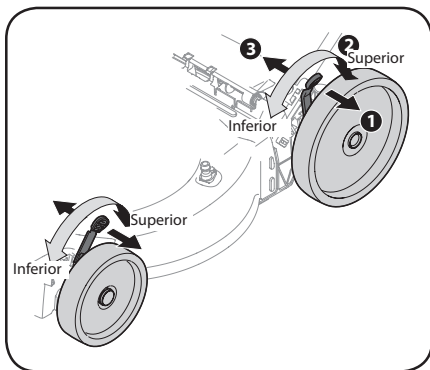

Figura 2-12
1. Tire de la palanca de ajuste de altura hacia la rueda (la unidad tenderá a caer cuando la palanca se mueva hacia afuera). Vea la Figura 2-12.